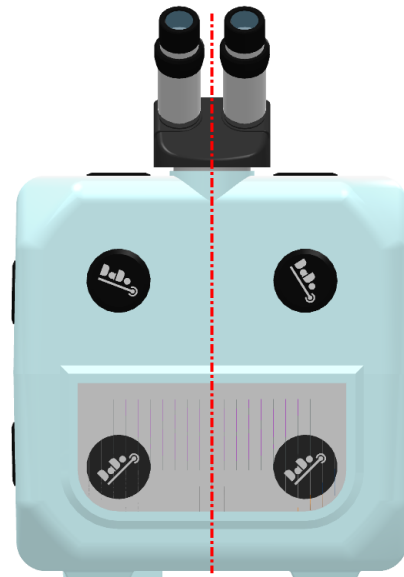

Fig. 6-8 – Binoculare allineato
- Dopo aver allineato il binoculare, stringere (senza forzare) la vite posta sul lato posteriore, utilizzando la chiave a testa esagonale da 2,5 mm (dettaglio Fig. 6-8).